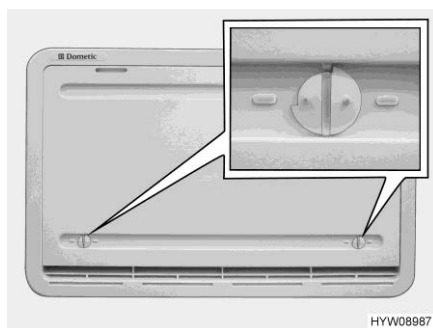

Bild 254 Vinterskydd
Vinterskydd När kylskåpet ska vara i drift vid låga utetemperaturer, rekommenderar tillverkaren användning av ett vinterskydd (Bild 254) för kylskåpets ventilationsgaller.
- Öppna båda lås (Bild 254) (noten står horisontellt).